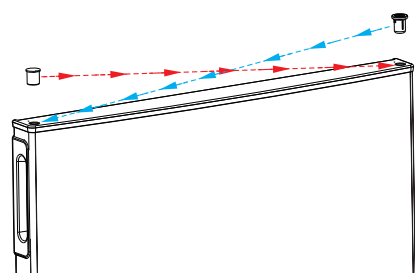

Fig. 14
- ▶ Coloque el tapón ciego en el orificio del lado derecho (fig. 14).